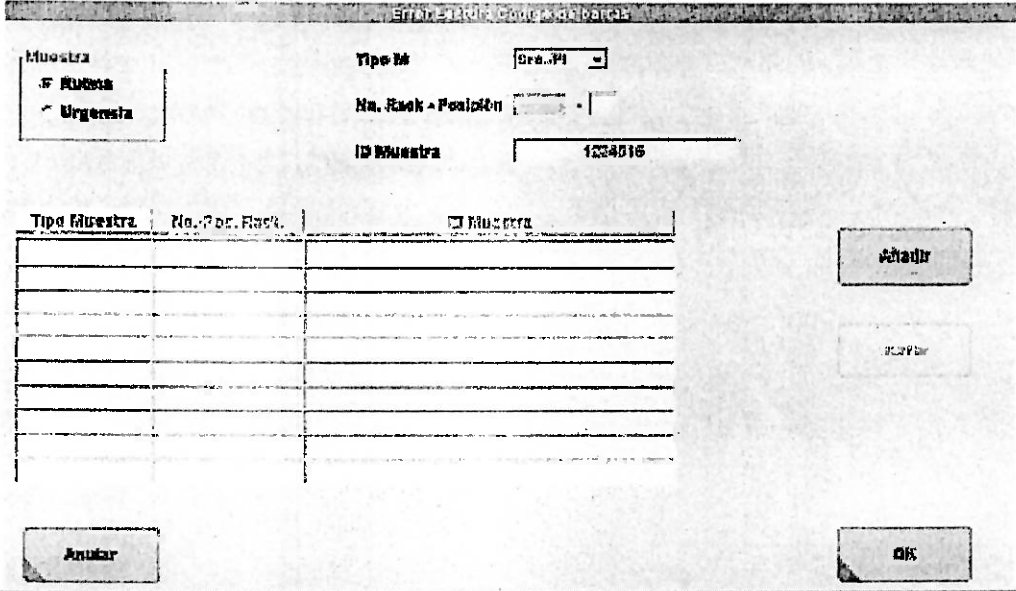

Imagen 35: Pantalla de Ingreso manual de muestras.
- Seleccionar las pruebas requeridas e ir a "error al leer código de barra", ingresar el número de rack y la posición y luego "ENTER> AÑADIR >OK" (Ver Imagen 35).